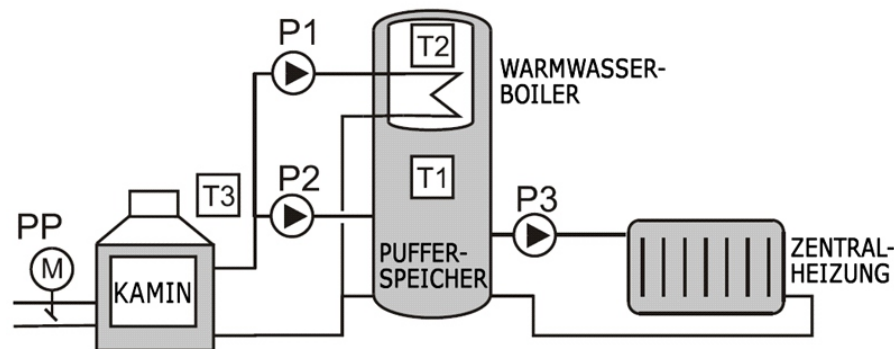

Abb.1b: Alternatives Betriebssystem der Steuerung Pufferspeicher Typ „KOMBI“. In diesem Fall befindet sich der Warmwasserboiler im Pufferspeicher.
**! Wird der Pufferspeicher Typ KOMBI Steuerungsbetrieb verwendet (der Warmwasserboiler befindet sich im Pufferspeicher), muss der Parameter <93> „BUFOR KOMBI“ auf „EIN“ eingestellt werden, da in dieser Konfiguration die Warmwasserboilerpumpe die Wärme aus dem Kamin und nicht aus dem Pufferspeicher schöpft (siehe Abb. 1b).**